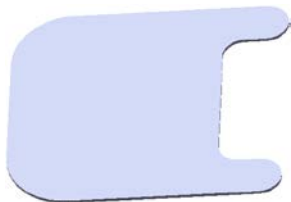
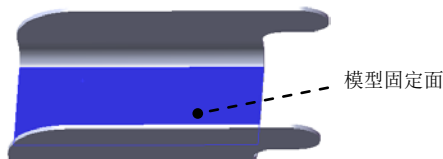

图 12.3.17 展开 1
图 12.3.18 模型固定面
Step5. 创建图 12.3.17 所示的钣金特征——展开 1。
(1) 选择命令。选择下拉菜单 **插入(I)** → **钣金(B)** →  **展开(U)...** 命令 (或单击“钣金”工具栏上的“展开”按钮 ), 系统弹出“展开”对话框。
(2) 定义固定面。选取图 12.3.18 所示的模型表面为固定面。
(3) 定义展开的折弯特征。在“展开”对话框中单击 **收集所有折弯(A)** 按钮, 系统将模型中所有可展平的折弯特征显示在 **要展开的折弯:** 列表框中。
(4) 单击  按钮, 完成展开 1 的创建。